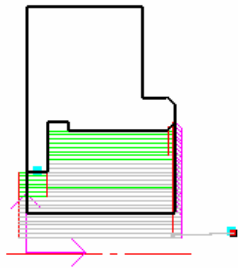

图 4-198 粗车加工内孔轨迹
7) 生成刀具轨迹。当确定好进退刀点后，系统会自动生成绿色的刀具轨迹，如图 4-198 所示。